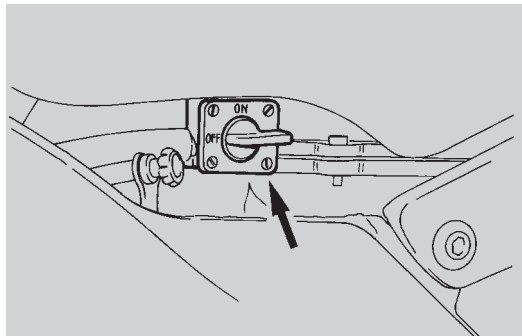

Abb. 38
- den Kraftstoffhahn in "OFF" Stellung drehen (Abb. 38);